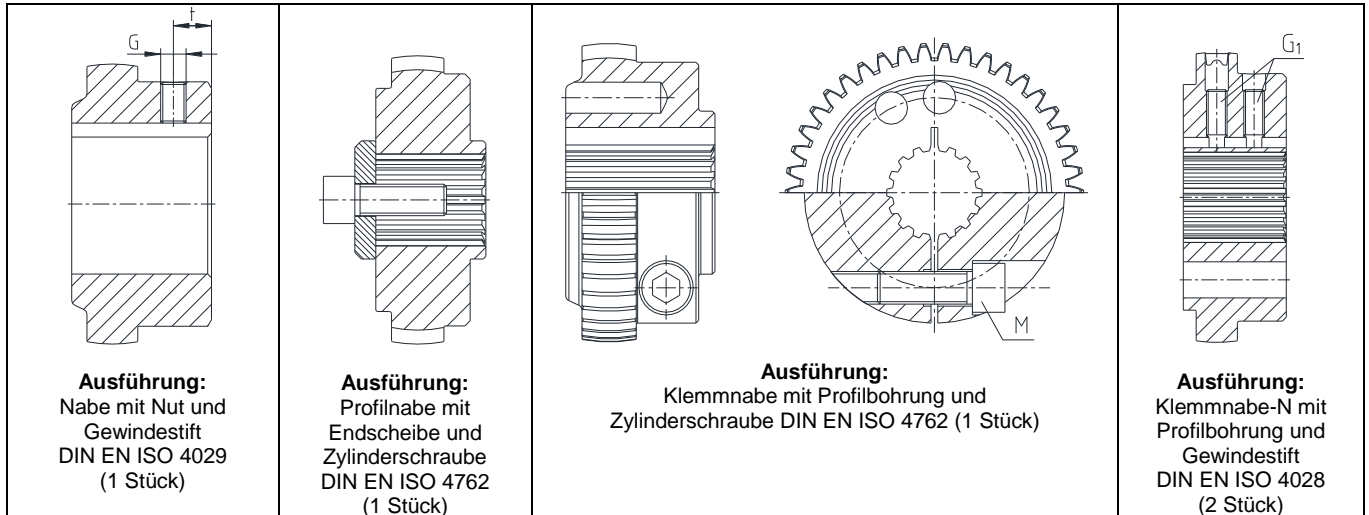

Bild 5: Nabenausführungen
- 1) Es sind unterschiedliche Nabenausführungen nach Bild 5 möglich.
- 2) Je nach Nabenausführung (siehe Bild 5).